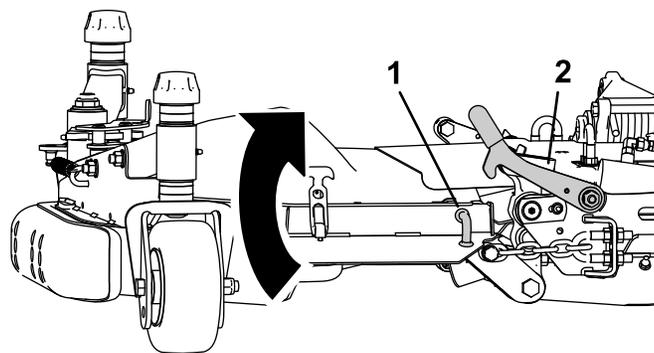

Figura 10
1. Eleve la carcasa lateral y trabe el pasador con la palanca de enganche (Figura 10).